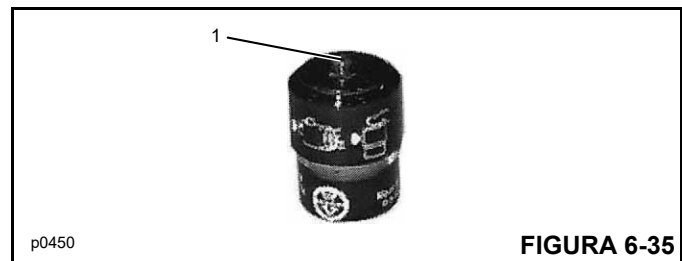

FIGURA 6-35
10. Reposicione el indicador de restricción del filtro de aire oprimiendo el botón de reposición (1, Figura 6-35).